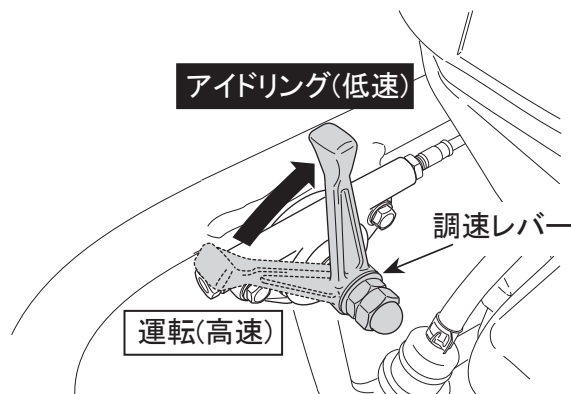

図 10
6. 作業を中断する時は、作動させる時の反対に調速レバーを急激に運転からアイドルリングへ操作して下さい。(図10)